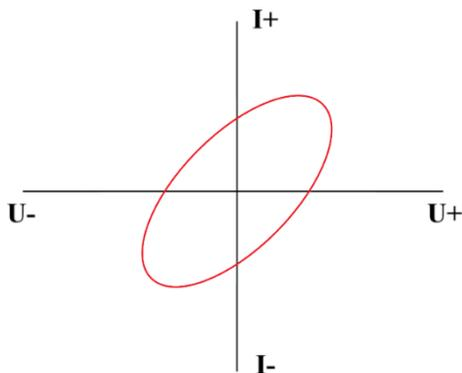

Рисунок 11. Внешний вид графика ВАХ RC – цепочки.
- RC – цепочка на ВАХ будет выглядеть следующим образом (Рисунок 11):